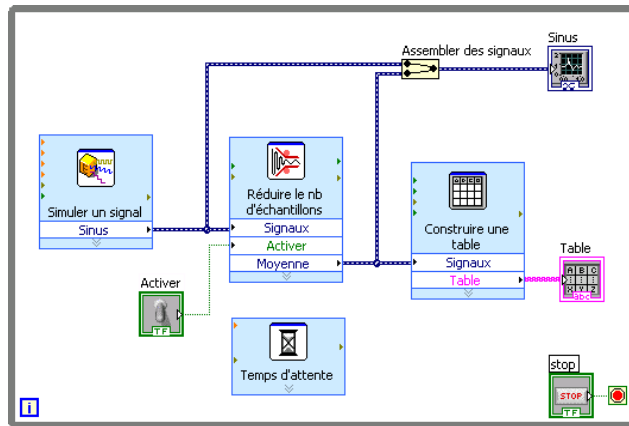

Figure 2-5. Diagramme du VI Réduire le nombre d'échantillons
7. Le diagramme devrait ressembler à la figure 2-5.